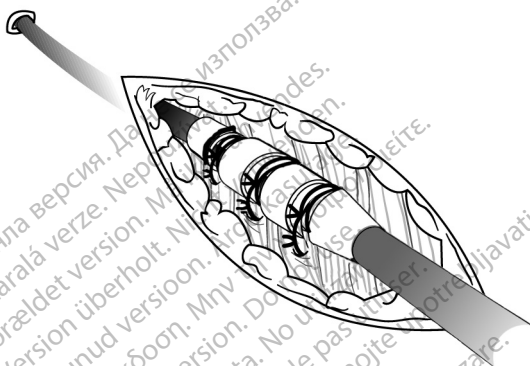

Abbildung 12. Beispiel einer Nahtmanschette, perkutane Implantationstechnik
1. Ziehen Sie die Einführschleuse ab, und schieben Sie die Nahtmanschette tief in das Gewebe hinein (Abbildung 12 Beispiel einer Nahtmanschette, perkutane Implantationstechnik auf Seite 29).